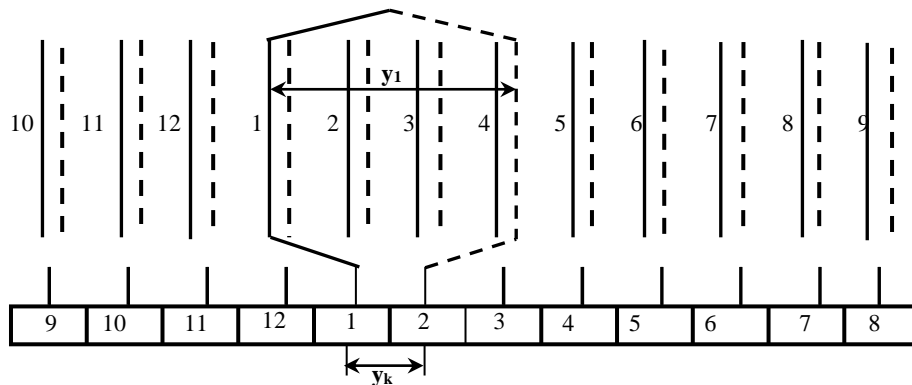

Рис. 1.2
3. Начертить одну секцию обмотки, расположить её и пронумеровать коллекторные пластины и пазы обмотки (рисунок 1.2).